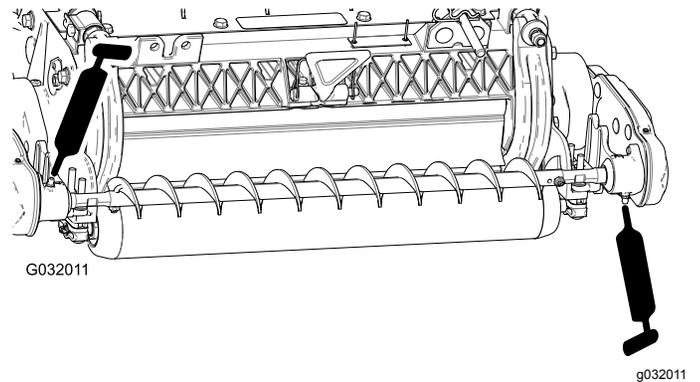

图 19
4. 用 2 号通用型锂基润滑脂润滑每个滚筒刷轴承座上的黄油嘴 图 19。擦掉多余的润滑脂尤其是防尘圈周围。